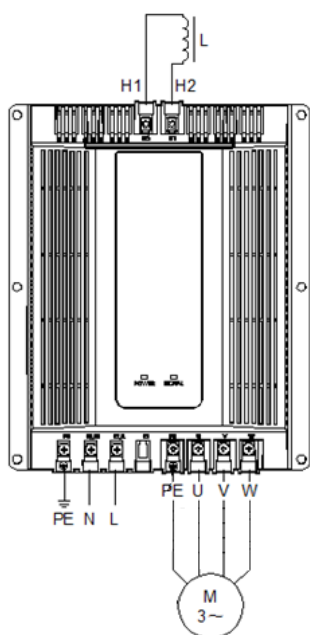
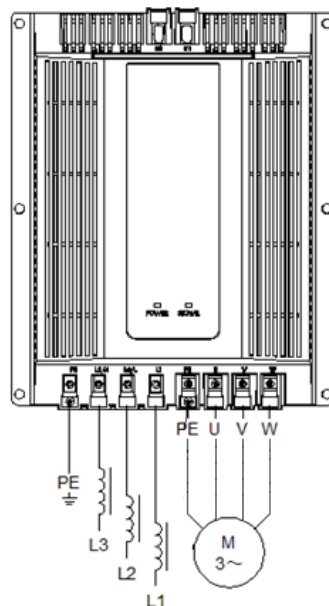
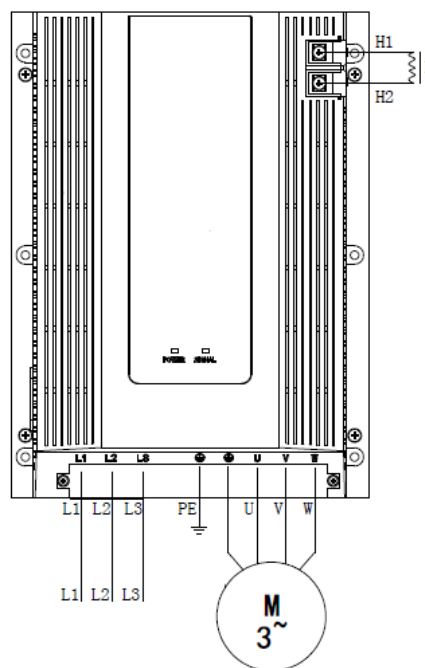
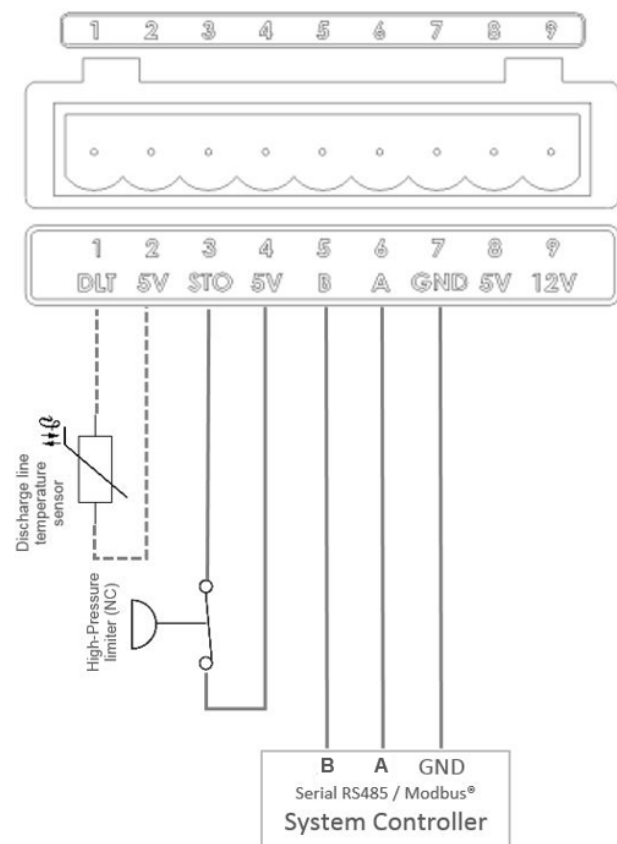

Рис. 6: Обвязка ED3011A(U), ED3015A(U), ED3020A(U)
Рис. 7: Обвязка ED3013B(U), ED3018B(U)
Рис. 8: Обвязка ED3022B
Рис. 10: Клеммы управления
На Рис. 6, Рис. 7 и Рис. 8 показаны проводка сетевого питания и обвязка компрессора. На этих схемах не показаны дополнительные компоненты, такие как предохранители, УДТ и дополнительные ферритные фильтры для ЭМС. На Рис. 10 показано, как соединить элементы управления, такие как датчик температуры нагнетания, ограничитель высокого давления и коннектор RS485 (Modbus®) с приводом.
Все дроссели имеют класс защиты IP00 и температурный класс Н. Во избежание прикосновения они должны быть закрыты. Дроссели должны быть установлены как можно ближе к приводу. Соединительные провода должны быть как можно более короткими. Для охлаждения дросселей рекомендуется организовать над ними воздушный поток. Дроссели постоянного тока (DC) имеют предустановленные кабели с ферритами. Дроссель соединяется с клеммами Н1 и Н2 как показано на Рис. 6 и Рис. 8. Одно из крепежных отверстий поставляется без лака. Это нелакированное монтажное отверстие предназначено для заземления системы. Дроссели переменного тока (AC) должны последовательно присоединяться к клеммам привода L1, L2 и L3 как показано на Рис. 7. Дроссели переменного тока имеют винтовую клемму для заземления.